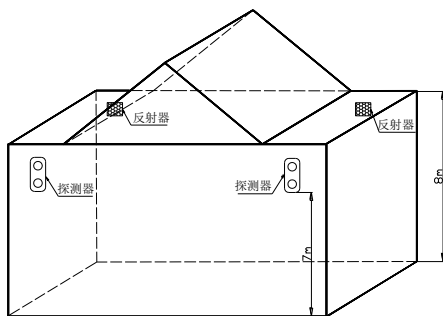

图 6 探测器和反射器安装示意图
c) 建筑物举架 $\geq 8\text{m}$ 时，一般无天花板，多数是人字型结构，应将探测器和反射器安装在距地面 8m 左右的相对两墙墙壁上，但要保证探测器距安装位置处建筑物顶部的距离 $\geq 0.5\text{m}$ ，如图 6 所示。